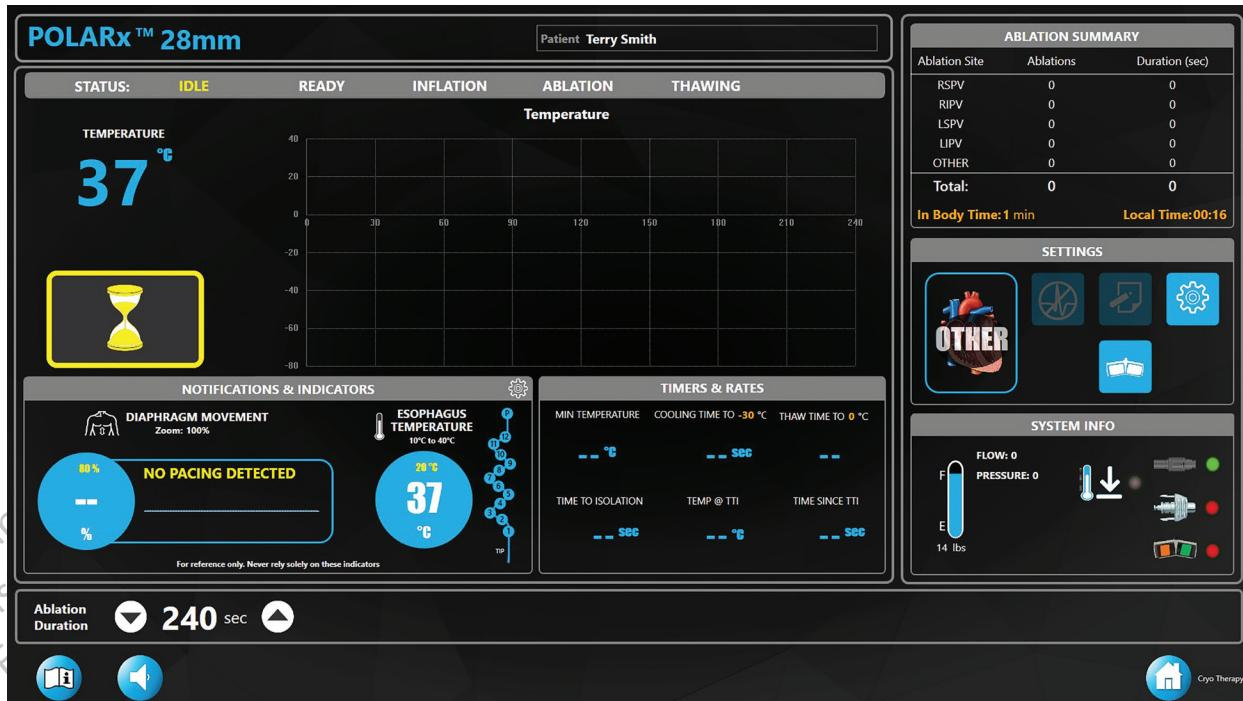
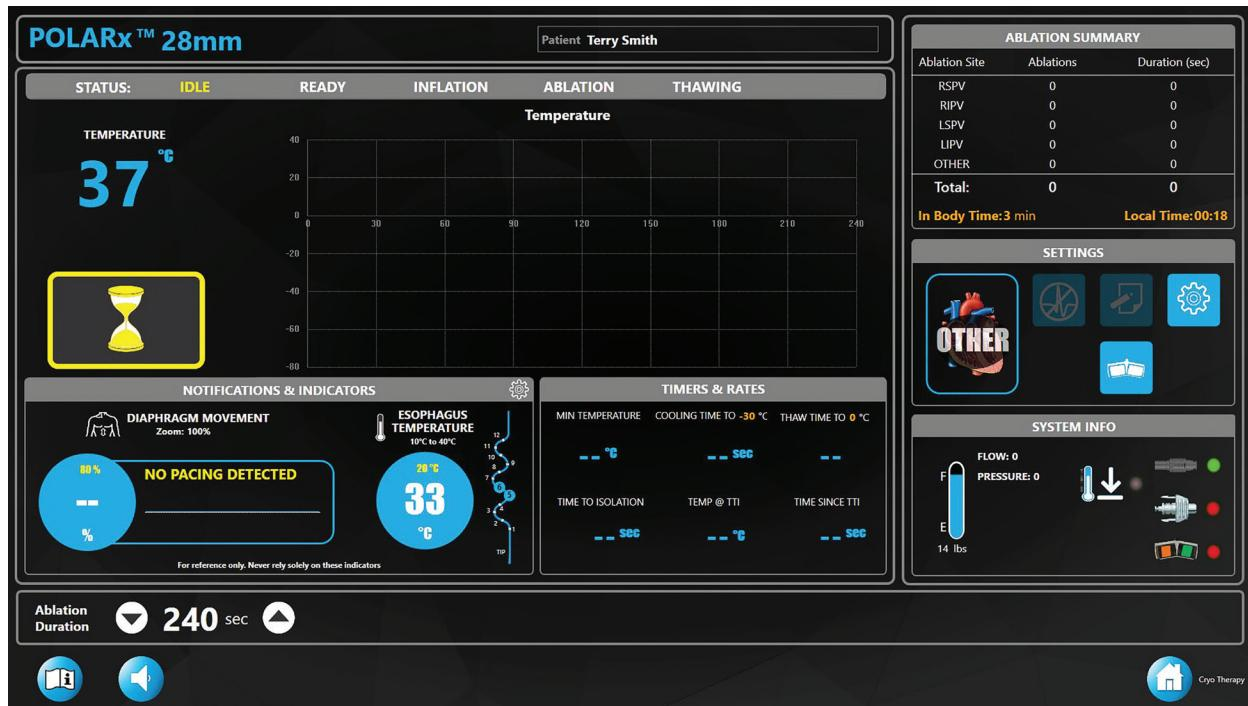

Figura 9. Sonda di temperatura esofagea CIRCA™ S-CATH
Figura 10. Sonda di temperatura esofagea CIRCATM S-CATH - Basse temperature selezionate
- Se si utilizza una sonda di temperatura esofagea CIRCA™ S-CATH, con o senza sonda di temperatura Serie 400, viene visualizzata automaticamente un'immagine della sonda di temperatura esofagea CIRCA™ S-CATH (Figura 9). Le sonde di temperatura esofagea CIRCA™ S-CATH presentano in genere 12 sensori e alcuni modelli sono dotati di un sensore prossimale.
- Il valore di **Esophagus Temperature** (Temperatura dell'esofago) visualizzato corrisponderà sempre alla temperatura più bassa misurata da tutti i sensori. Inoltre, il sensore con la temperatura più bassa sarà evidenziato in blu. Man mano che la temperatura scende nelle aree interessate, vengono evidenziati solo i sensori con la temperatura più bassa (fare riferimento alla Figura 10). Tenere presente che è possibile che più di un sensore abbia la stessa temperatura come nella Figura 9.